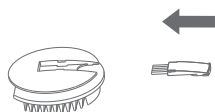
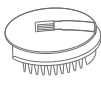

Рис. 10.1
Рис. 10.2
1. Установите щетку для очистки на HEPA-фильтр в соответствии с направлением, показанным на рис. 10.1. Он должен выглядеть в сборе, как показано на рис. 10.2.